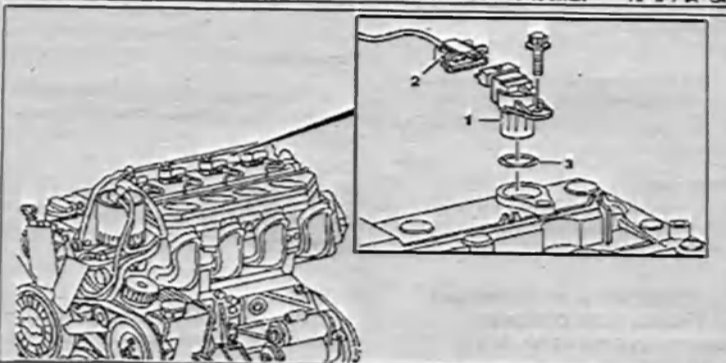

Рис. 3.38. Снятие и установка датчика положения распределительного вала:
3. Отсоедините разъем проводки 2 от датчика положения распределительного вала 1 (рис. 3.38).